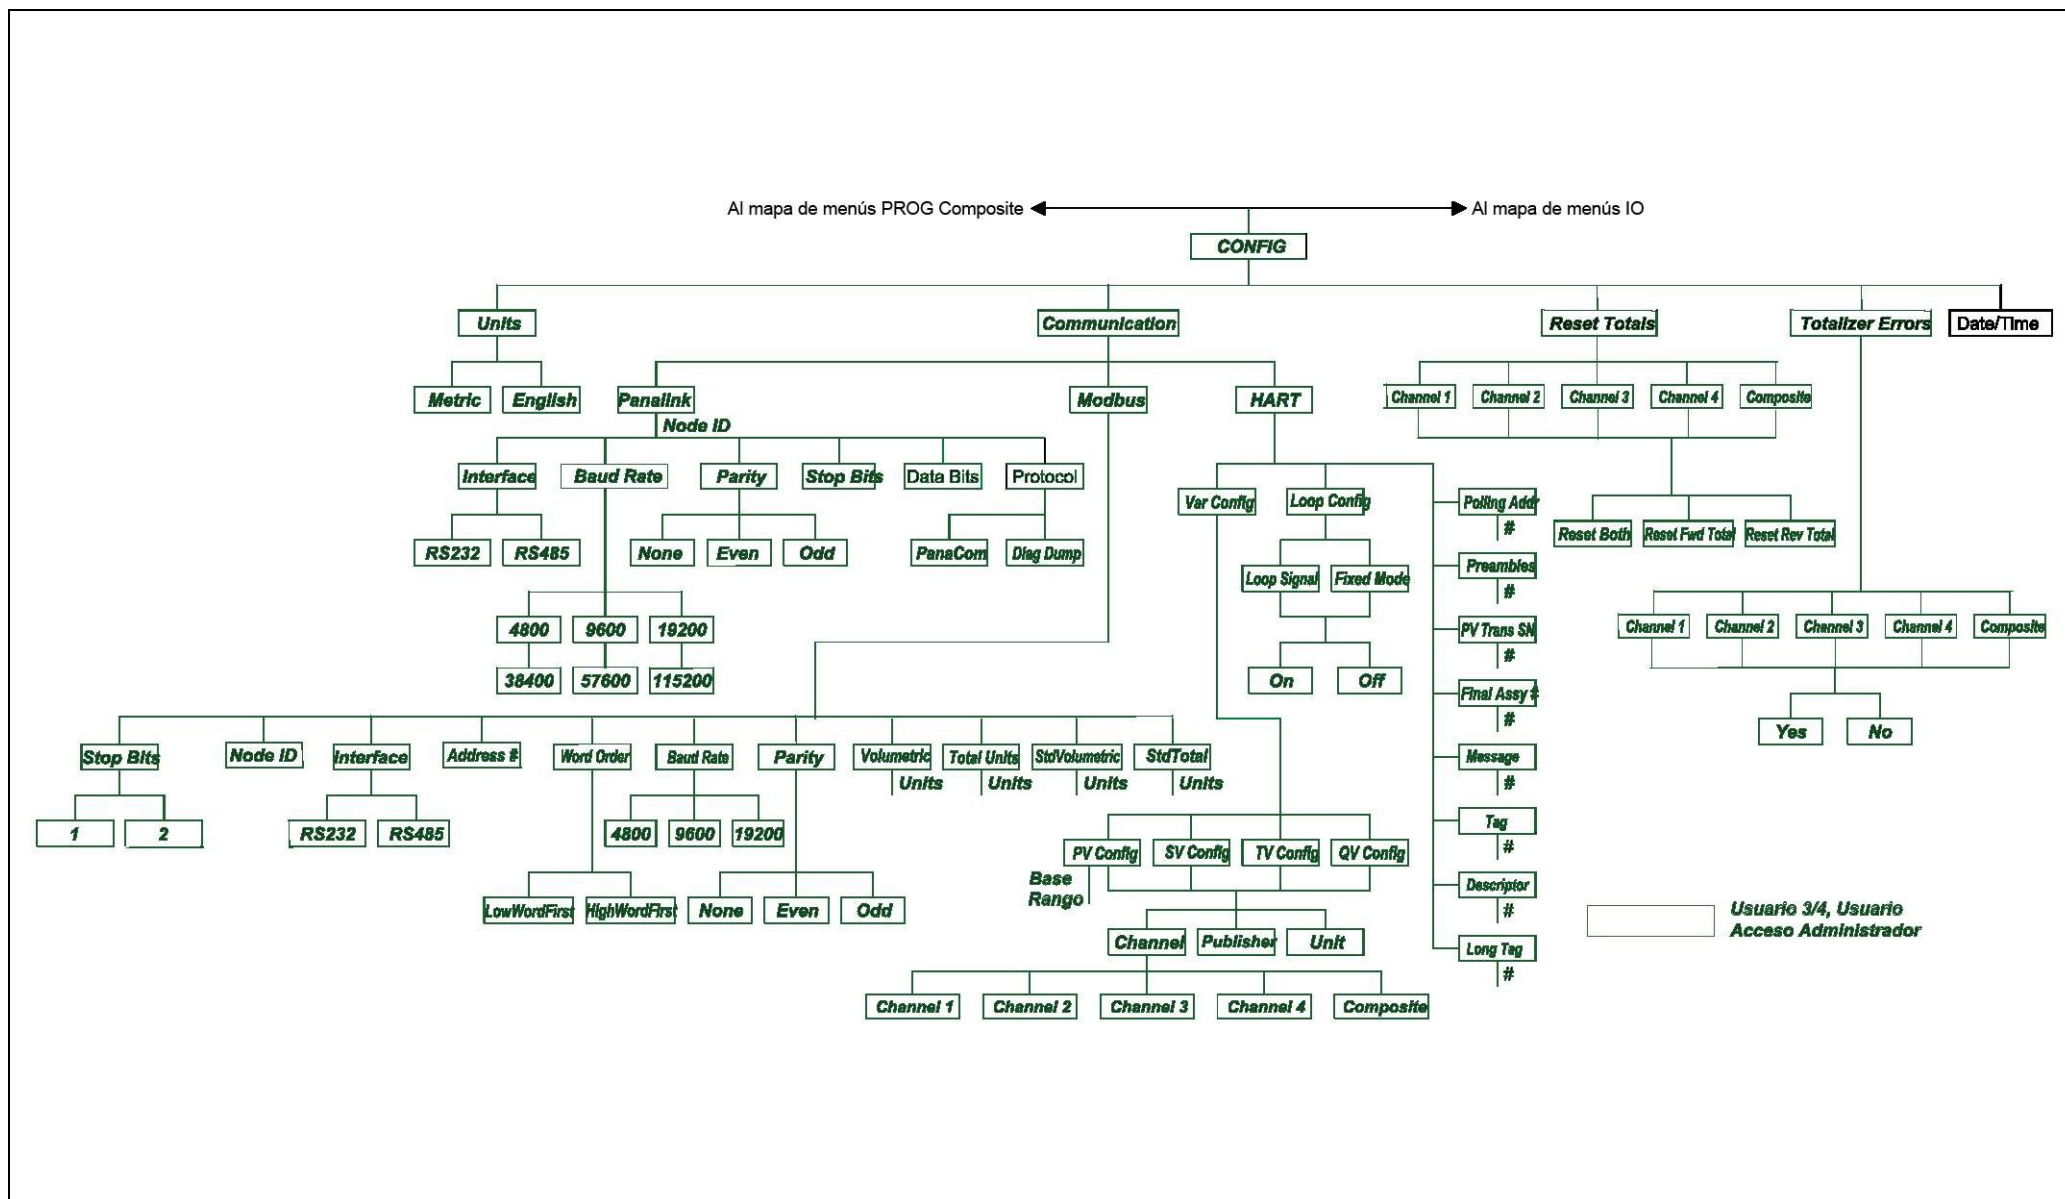

Figura 68: Mapa de menú CONFIG
- Figura 68, “Mapa de menú CONFIG,” en la página 130